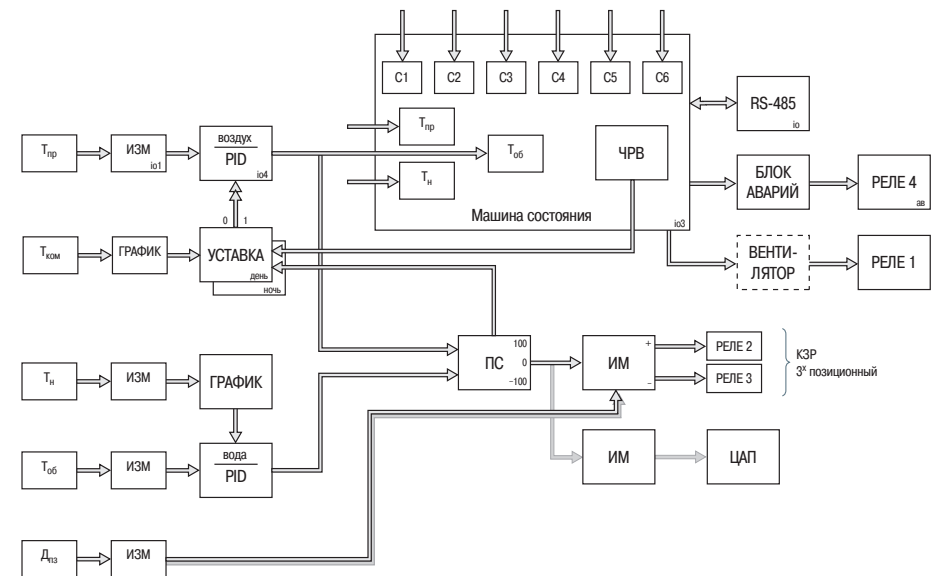

Рис. 4.2. Блок-схема работы прибора
4.2. Блок-схема работы прибора приведена на рис. 4.2. На ней отображены связи основных функциональных узлов и подсистем прибора и применены следующие сокращения: